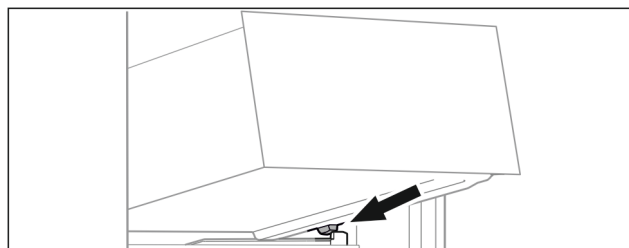

Fig. 35
► Założyć szufladę pod skosem za stoperami na żebro pojemnika. (patrz Fig. 35)